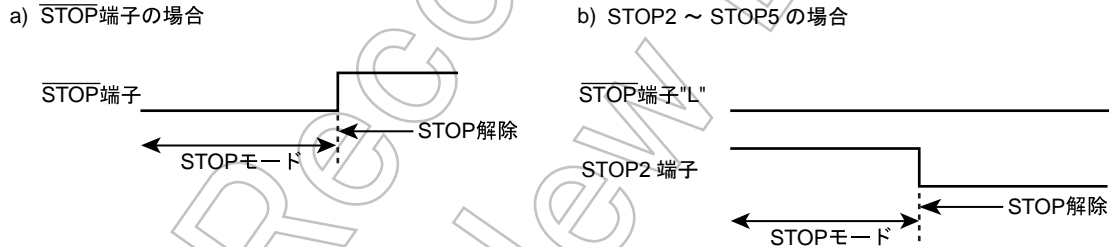

図 14-3 STOP 端子と STOP2 ~ STOP5 端子の優先順位
- 注 6) STOP2 ~ STOP5 入力によって STOP モードを解除する ("L" レベル) 場合は、STOP モード中  $\overline{\text{STOP}}$  端子を必ず "L" レベルに固定してください。(図 14-3)